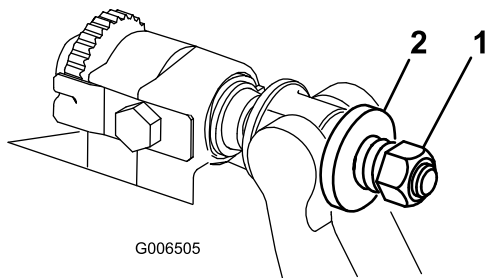

Рисунок 27
4. Затяните гайку натяжения пружины так, чтобы пружина полностью сжалась, затем отверните ее на 1/2 оборота (Рисунок 27).